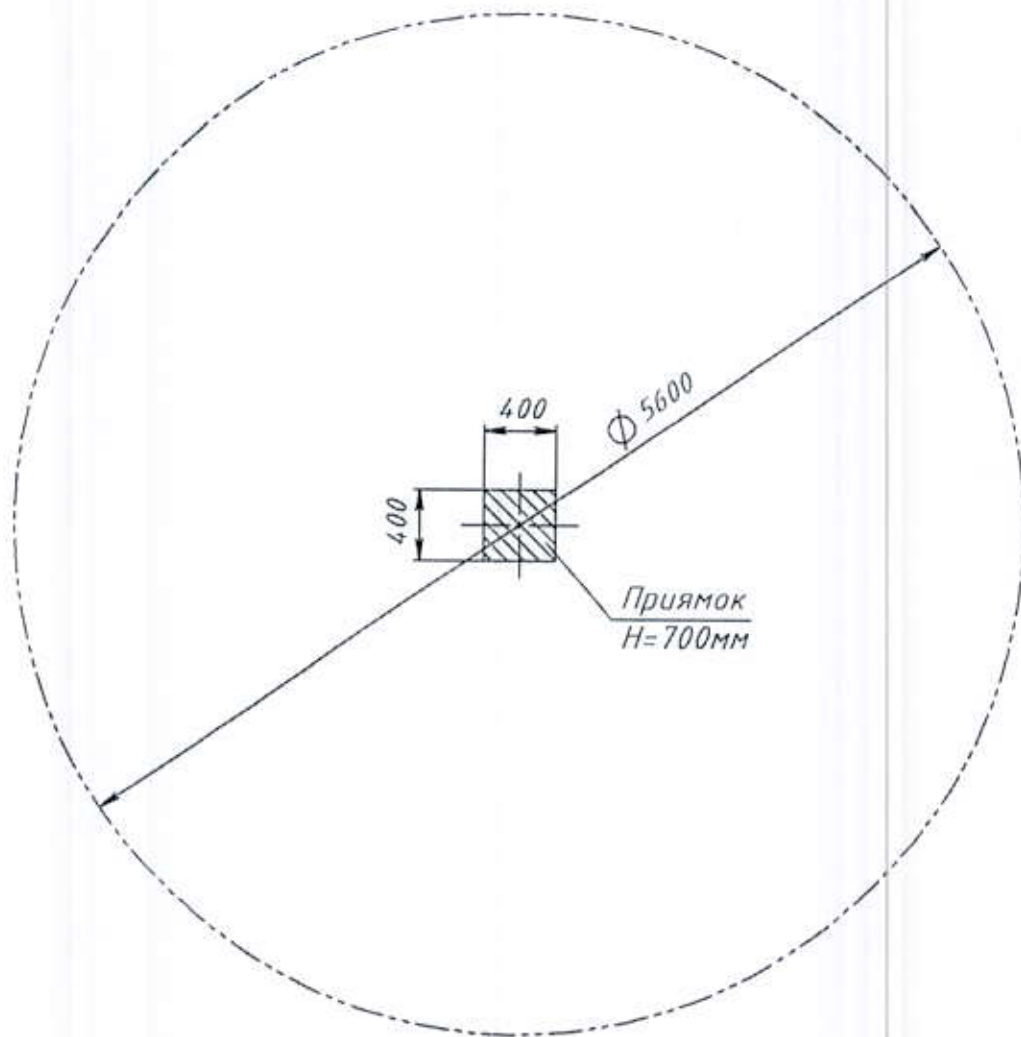

Рис.3 План фундаментного прямка карусели РТР 073
3.6. Монтаж карусели заключается в бетонировании фундаментного блока с последующим закреплением на нем болтами основания **1**, на которое устанавливается поворотная платформа **2** и штурвал **4**. Фундаментный прямоугольник выполнить в соответствии с планом фундамента (рис. 3).